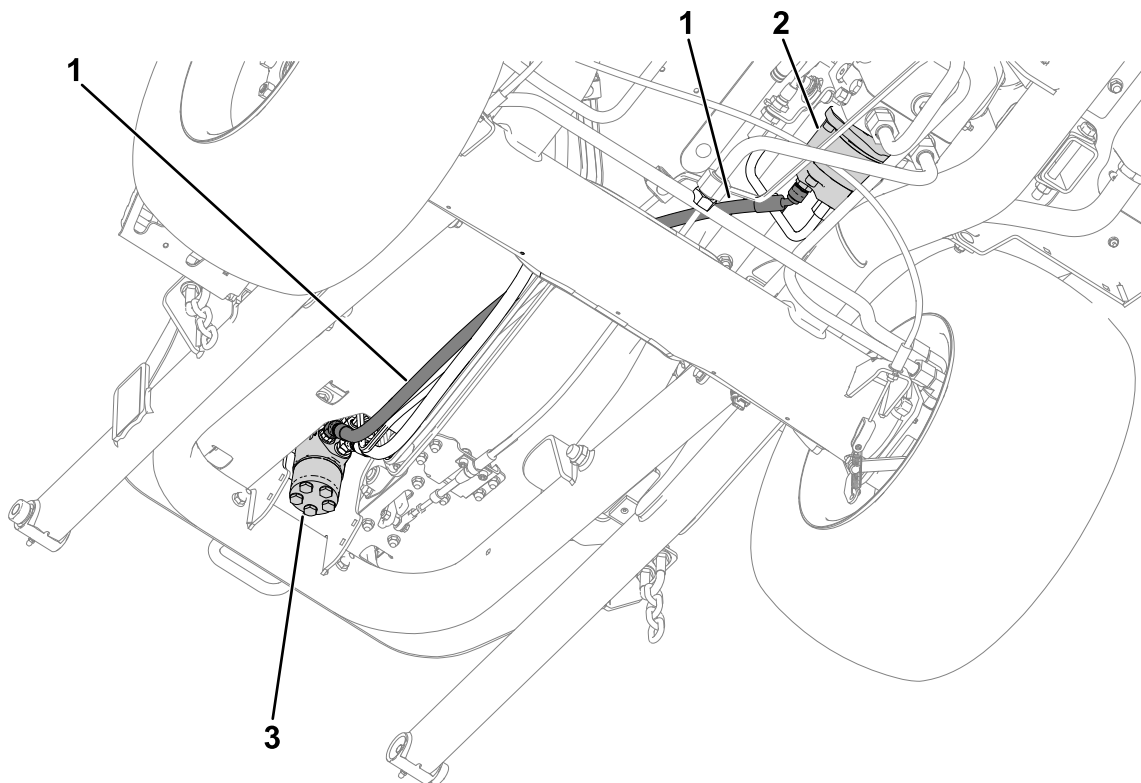

Bild 4
5. Stellen Sie sicher, dass der Hydraulikschlauch wie in Bild 4 gezeigt verlegt ist.